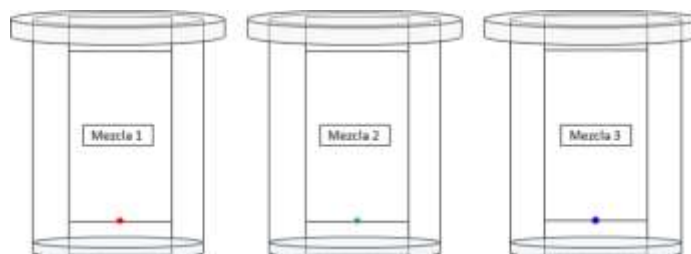

Figura 6.
8. Prepare la mezcla de disolventes para color de tinta y realice nuevamente la cromatografía de cada tinta con la mezcla que le corresponde (figura 6).